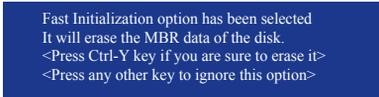

图6
5. 设定完成之后，按下<Ctrl> + <Y>键保存设定值后将出现如图6所示的画面。